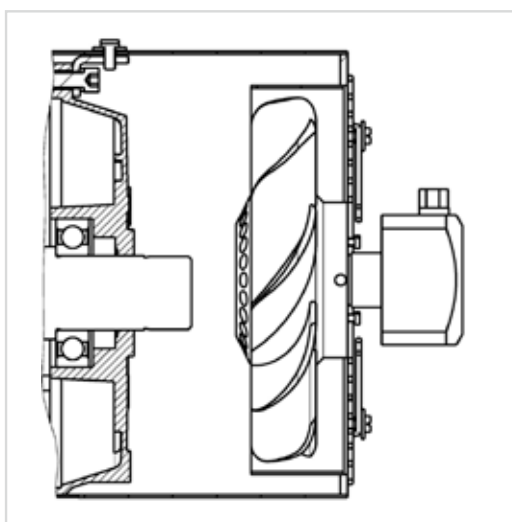

Рис. 7. Двигатели АДЧР112-355 «В»
- с принудительной вентиляцией – модификация «**В**» (рис. 7 и 8);